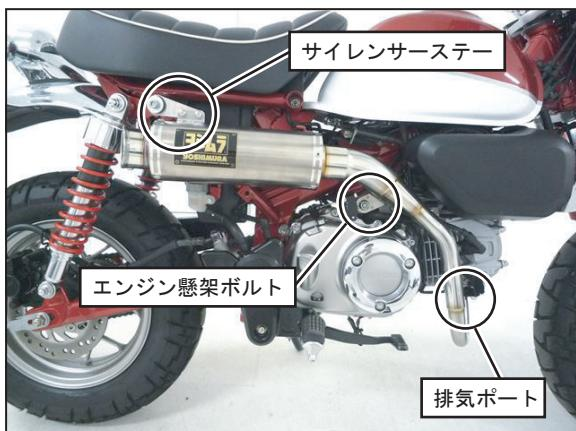

FIG. 8
(FIG. 8 参照)
9. マフラーと車両のクリアランスや、サイレンサーの傾きを調整し、排気ポート部→サイレンサーステー→エンジン懸架boltの順に、仮締めしていたbolt・ナットを規定トルクで締め付けて下さい。（FIG. 8, 9 参照）